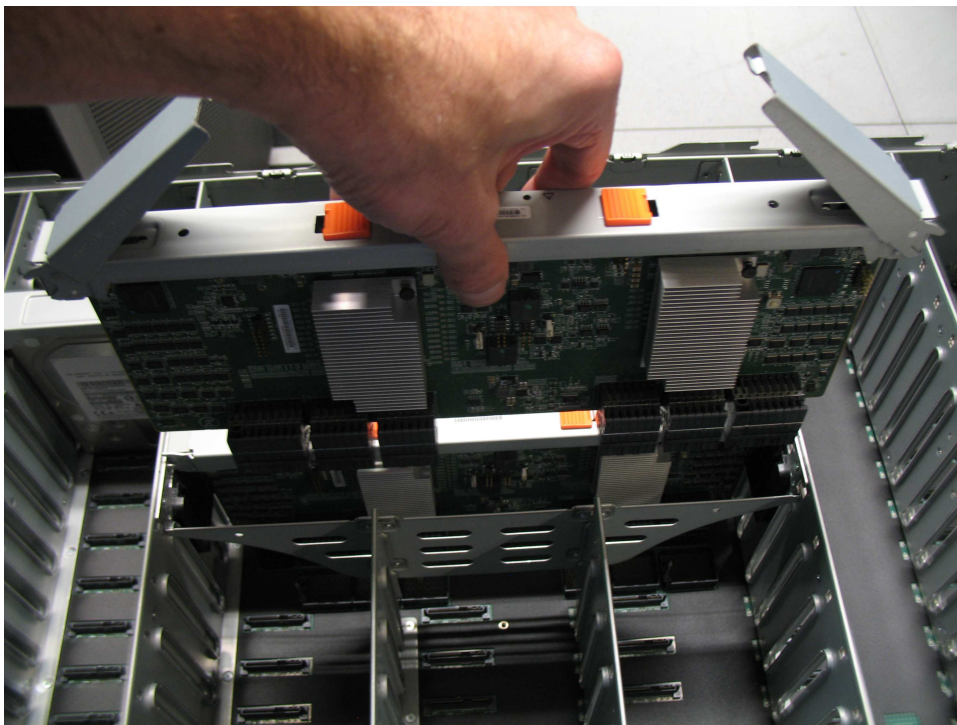

Abbildung 89. Sekundäres Erweiterungsmodul einbauen
4. Richten Sie die Kanten des sekundären Erweiterungsmoduls vorsichtig an der Führungskerbe im Gehäuse aus (siehe Abb. 89).